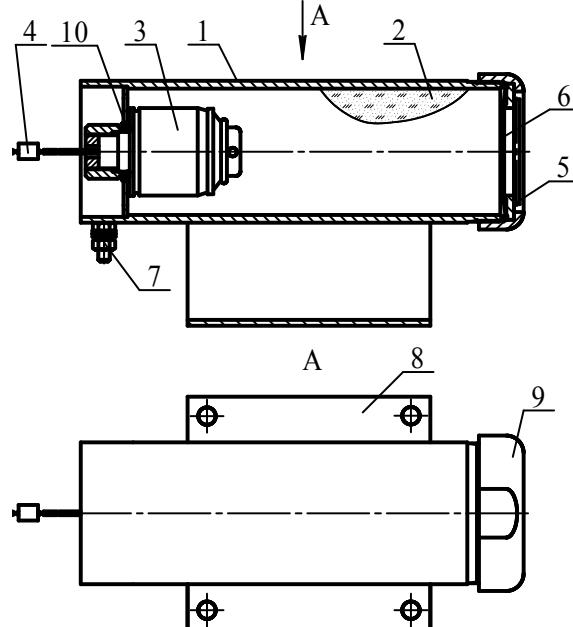

Рисунок 1
4.1.1 МПП (см. рисунок 1) состоит из корпуса 1, в котором размещаются огнетушащий порошок (ОП) 2 и источник холдного газа (ИХГ) 3 с элементом электропусковым 4. В передней части корпуса находится насадок-распылитель 5, выходное отверстие которого перекрыто мембраной 6. Модуль имеет заземляющий зажим 7.
А.4.4.2 Закрепить кронштейн 8 (см. рисунок 1) на несущей поверхности (стена, потолок, пол). Координаты отверстий для крепления МПП показаны на рисунке 2.
- ИХГ-0,65(М)-01 СИАВ 066614.025.000 ТУ для МПП нормального исполнения или ИХГ-0,65(М)-02 СИАВ 066614.025.000 ТУ для МПП специального исполнения (поз. 3 рисунок 1) – 1 шт.;
- резиновое кольцо 020-026-36 ГОСТ 9833-73 (поз. 9 рисунок 1) – 1 шт.;
- огнетушащий порошок ИСТО-1 ТУ 2149-001-54572789-00 (поз. 2 рисунок 1) - 0,5 кг;
- мембрана черт. СИАВ 634233.007.005 (поз. 6 рисунок 1) - 1 шт.